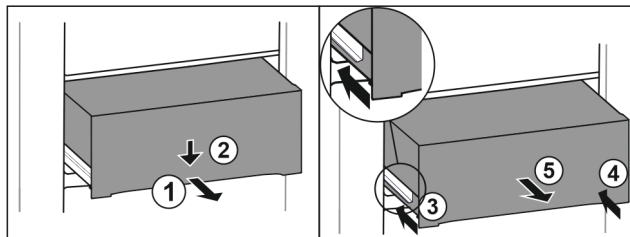

Fig. 77
- ▶ Træk skuffen halvt ud. Fig. 77 (1)
- ▶ Tryk skuffen ned på forsiden. Fig. 77 (2)
- ▶ Skub venstre skinne ca. 2 cm ind. Fig. 77 (3)
- ▶ Skub højre skinne ca. 2 cm ind. Fig. 77 (4)
- ▶ Tag skuffen ud fremefter. Fig. 77 (5)